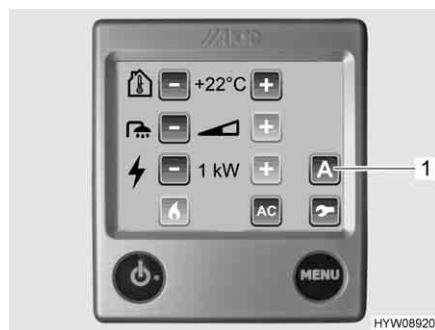

Fig. 145 Menu delle impostazioni (ventola aggiuntiva)
La ventola aggiuntiva viene azionata tramite la centralina di controllo (Fig. 145) del riscaldamento ad acqua calda.
- Premere il pulsante "A" (Fig. 145,1). Vengono visualizzate le funzioni.